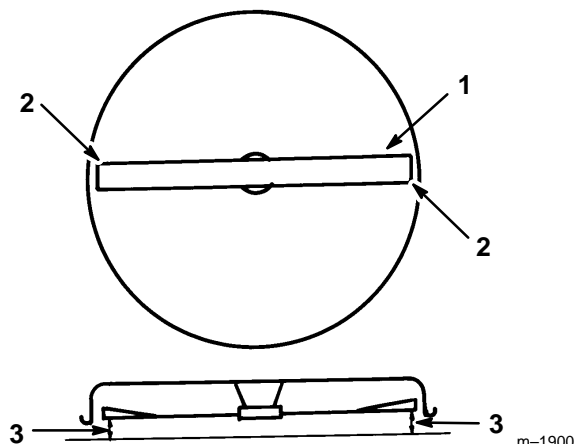

Abbildung 46
4. Vorsichtig die Schnittmesser von einer Seite zur anderen drehen (Abb. 46). Den Abstand zwischen den äußeren Schneidkanten und der ebenen Oberfläche messen (Abb. 46). Wenn beide Meßwerte nicht innerhalb von 5 mm (3/16") liegen, ist eine Einstellung erforderlich. Siehe Schritte 5 und 6.